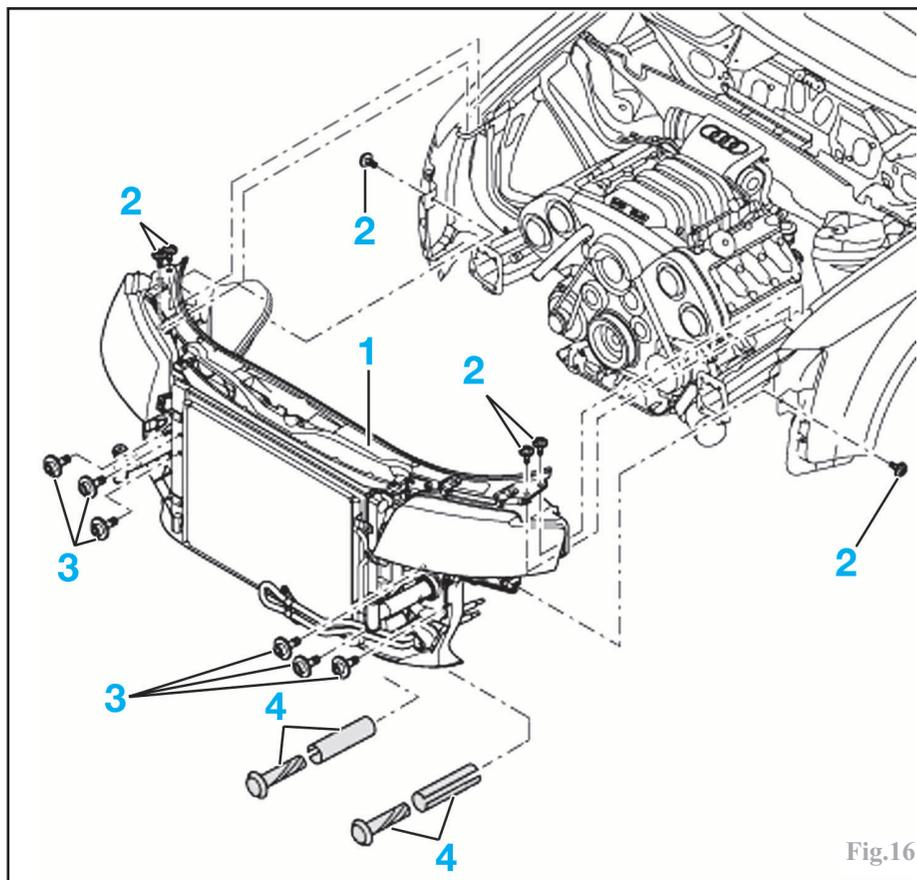
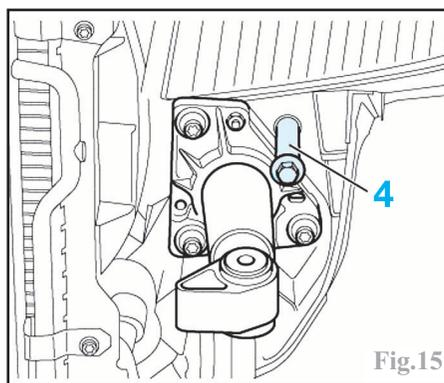

Fig.16
Fig.15
Placer des vis munies de douille de centrage ou utiliser les outils (4) Audi (réf : 3369) afin de pouvoir coulisser la face avant (Fig.15) et (Fig.16).
les vis de fixation (2) et (3) de la face avant (1) (Fig.16).